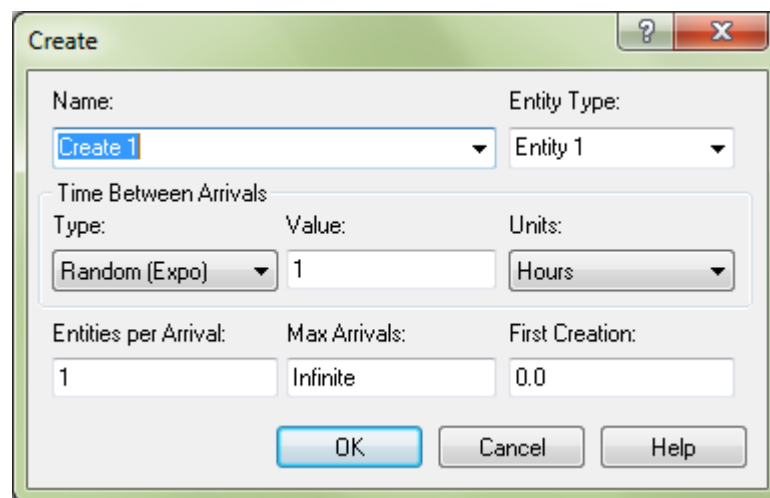

Рис. 81. Окно свойств модуля *Create*
1. Создайте путем перетаскивания с панели *Basic Process* в рабочую область блок-схемы модуль *Create*. Дважды щелкните по созданному объекту, появится окно (рис. 81), в котором задаются свойства модуля *Create*.